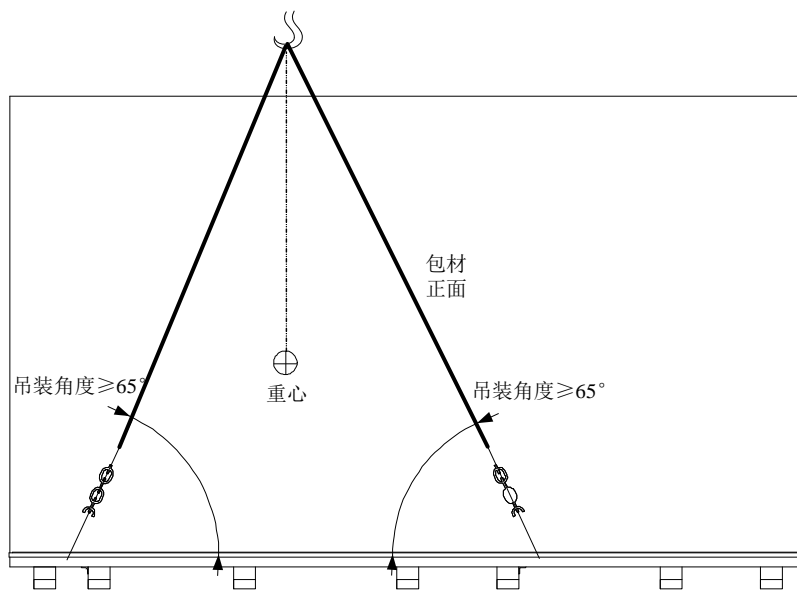

图2-2 MegaVert-F0800-06/06B 包材正面的吊装标示
5. 吊卸时，请尽可能使吊装中心与变频器重心相吻合；不要仅凭包材顶部支撑变频器，应严格按照包装标识和图纸位置吊装。以 MegaVert-F0800-06/06B 为例，包材正面的吊装标示如图 2-2 所示。
使用吊车搬运带包箱的整机时，尽可能使吊装中心与变频器包材上丝印的重心和吊装位置相吻合，吊钩位置在重心的垂直延伸线上，如图 2-2 所示。